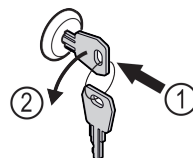

Fig. 207
- Sleutel erin duwen. Fig. 207 (1)
- Sleutel 90° linksom draaien. Fig. 207 (2)